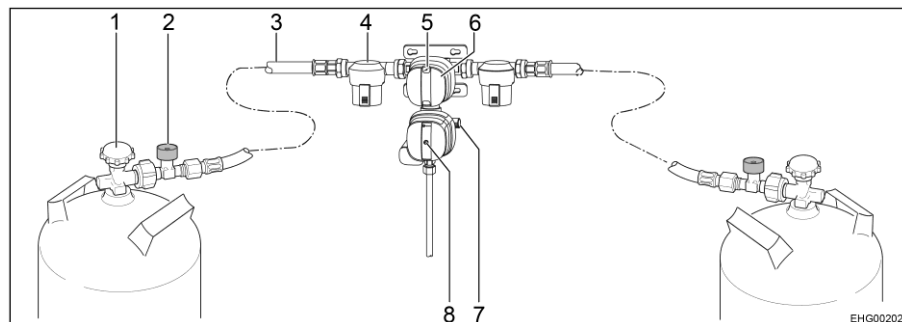

Fig. 64 Système de réglage de la pression de gaz de sécurité DuoControl CS
Le système de réglage DuoControl se compose d'une valve de commutation et d'un capteur de crash. Le système de réglage DuoControl est monté entre les tuyaux haute pression (Fig. 64,3) avec une sécurité de rupture de tuyau (Fig. 64,2). Un bouton rotatif (Fig. 64,6) situé sur la valve de commutation permet de définir laquelle des bouteilles de gaz est celle de service et laquelle est celle de réserve.
L'état de l'alimentation en gaz est affiché sur le regard (Fig. 64,5) :
Le capteur de crash coupe l'arrivée du gaz en cas de secousses importantes (par exemple accident). L'état de service du capteur de crash est reconnaissable à la position du bouton Reset jaune (Fig. 64,8) :
- Quand le bouton Reset jaune (Fig. 64,8) est enfoncé, le capteur de crash est opérationnel.
- Quand le bouton Reset jaune (Fig. 64,8) n'est pas enfoncé, le capteur de crash **n'est pas** opérationnel. Mise en service voir ci-dessous.
La sécurité de rupture de tuyau (Fig. 64,2) coupe l'arrivée de gaz quand le tuyau raccordé se rompt. La sécurité de rupture de tuyau s'active en appuyant sur la touche verte.
- Choisir la bouteille de gaz avec le bouton rotatif (Fig. 64,6) de la valve de commutation à partir de laquelle le gaz sera utilisé principalement (bouteille de service). Toujours tourner le bouton rotatif à fond.
- Ouvrir les robinets principaux (Fig. 64,1) des bouteilles de gaz.
- Appuyer sur la touche verte de sécurité de rupture de tuyau (Fig. 64,2) pendant environ 5 secondes. Le repère vert est affiché sur le regard (Fig. 64,5).
- Quand le capteur de crash s'est déclenché (le bouton Reset jaune (Fig. 64,8) n'est pas enfoncé) :
Enfoncer fermement le bouton Reset (Fig. 64,8), le tourner légèrement dans le sens des aiguilles d'une montre et le maintenir environ 5 secondes enfoncé. S'assurer que le bouton Reset reste en position enfoncée ("opérationnel").
- Fermer les robinets principaux (Fig. 64,1) des bouteilles de gaz.
Le voyant de contrôle vert (Fig. 65,6) s'éteint durant le fonctionnement et le voyant de contrôle rouge (Fig. 65,5) s'allume quand la bouteille de service est vide et doit être remplacée. Le repère rouge est indiqué sur le regard (Fig. 64,5) de la bouteille de gaz correspondante. La bouteille de réserve alimente les appareils à gaz.
- Tourner le bouton rotatif (Fig. 64,6) à fond en direction de la bouteille de gaz actuellement utilisée. Cette bouteille de gaz devient alors la bouteille de service, la bouteille vide devient celle de réserve. Le repère dans le regard (Fig. 64,5) passe du rouge au vert.
- Fermer le robinet principal (Fig. 64,1) de la bouteille de gaz vide. Observer le sens de la flèche.
- Appuyer sur la touche verte de la sécurité de rupture de tuyau (Fig. 64,2).